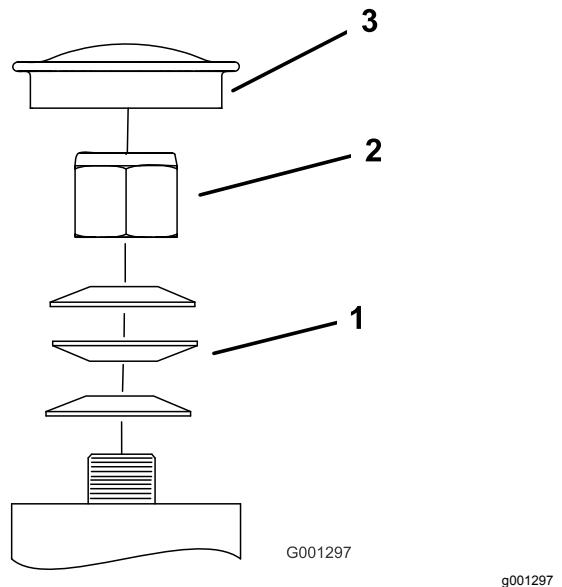

Figure 70
3. Retirez le couvre-moyeu de la roue pivotante et serrez le contre-écrou (Figure 70).
4. Continuez de serrer le contre-écrou jusqu'à ce que les rondelles élastiques soient aplatis, puis desserrez-le d'un quart de tour pour obtenir la précharge correcte des roulements (Figure 70).
Important: Veillez à placer les rondelles élastiques comme montré à la Figure 70.
5. Reposez le couvre-moyeu (Figure 70).